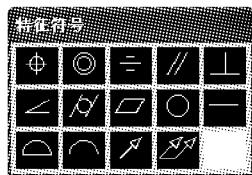
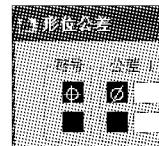

图 3.37 “特征符号”对话框
图 3.38 显示符号
(2) 在符号栏单击鼠标左键，弹出的“特征符号”对话框如图 3.37 所示。选择 Φ 符号，在“公差 1”区域的第一个空白栏单击鼠标左键，会显示直径符号 Φ ，如图 3.38 所示。